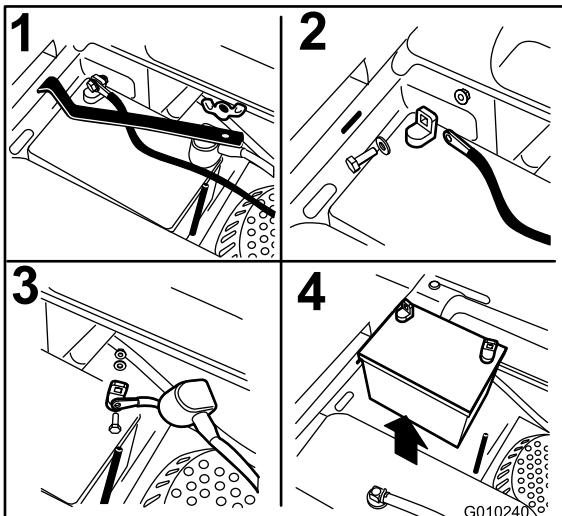

Figure 41
3. Retirez l'écrou à oreilles qui fixe la barrette de maintien de la batterie (Figure 41).
4. Déposez la barrette de maintien (Figure 41).
5. Commencez par débrancher le câble négatif (noir) de la borne négative (-) (noire) de la batterie (Figure 41).
6. Enlevez le capuchon rouge de la borne positive (rouge) de la batterie et débranchez le câble positif (+) (rouge) (Figure 41).
1. Placez la batterie dans son support en tournant les bornes à l'opposé du réservoir de carburant (Figure 41).
4. Fixez les câbles avec 2 boulons, 2 rondelles et 2 contre-écrous (Figure 41).
6. Reposez la barrette de maintien et fixez-la avec l'écrou à oreilles (Figure 41).